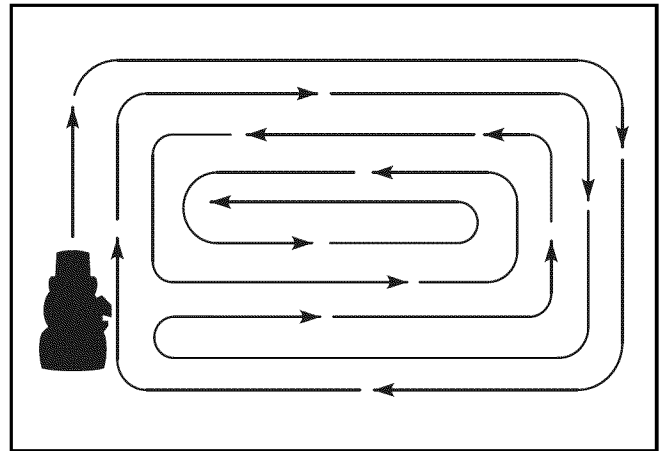

Figura 18: Consejos de cortado
8. Cuando se seguen áreas grandes, comience girando hacia la derecha de manera que el césped cortado se descargue lejos de las cercas, caminos, arbustos. Después de una o dos rondas, seque en dirección opuesta dando giros a la izquierda hasta que haya terminado (Figura 18).